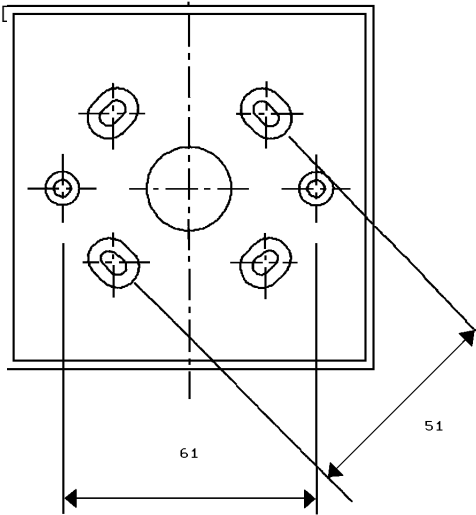

Fig. 3: Dimensiones de fijación de la caja de superficie del FC420CP-I
- 1 Para realizar la conexión al FC420CP-I se utiliza el conector de terminales de 4 vías que se muestra en la Fig. 3. De esta manera, se garantiza que la polaridad sea correcta. Cada terminal puede alojar un conductor de hasta 2,5 mm².
o una caja de montaje empotrable metálica simple estándar (25 mm) con caja de superficie KAC. (Ver las dimensiones generales en la fig. 3).